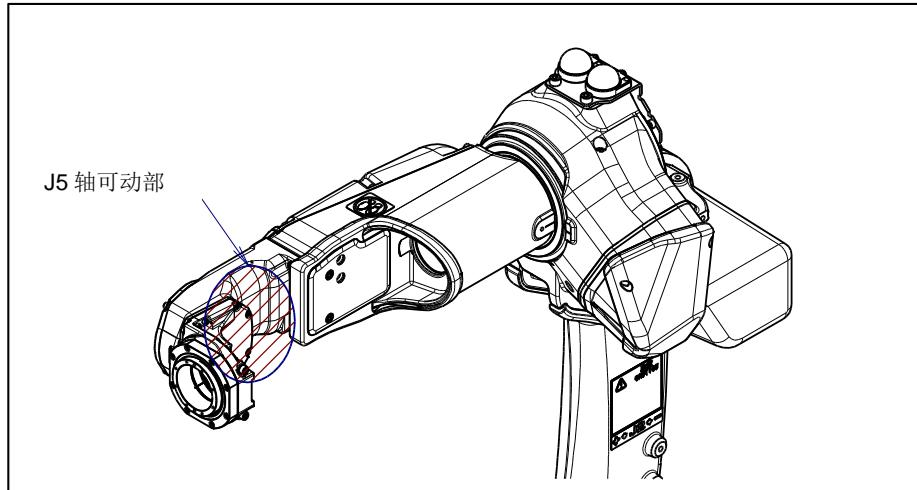

图 3.6 (c) 夹住得注意地方
- 请勿在下述的部位放置手的状态下动作机器人。（参阅图 3.6 (c)）